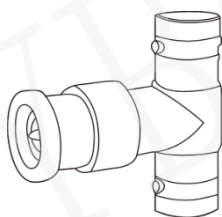
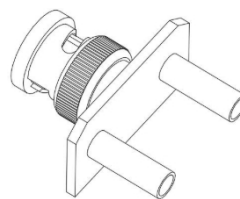

図1 BNCオスからデュアルメスへの変換
図2 BNCオスからダブルバナナプラグメスへ
8 図 2 DPX6150B の最大差動電圧対周波数
- ✎ BNCオス-デュアルメス変換コネクタ（図1参照）を使用し、一方の端を50オームの負荷に接続し、もう一方の端を図2に示すBNCオス-デュアルバナメス変換コネクタに接続する。オス端子を標準信号発生器に接続し、信号発生器の出力をオフにする。